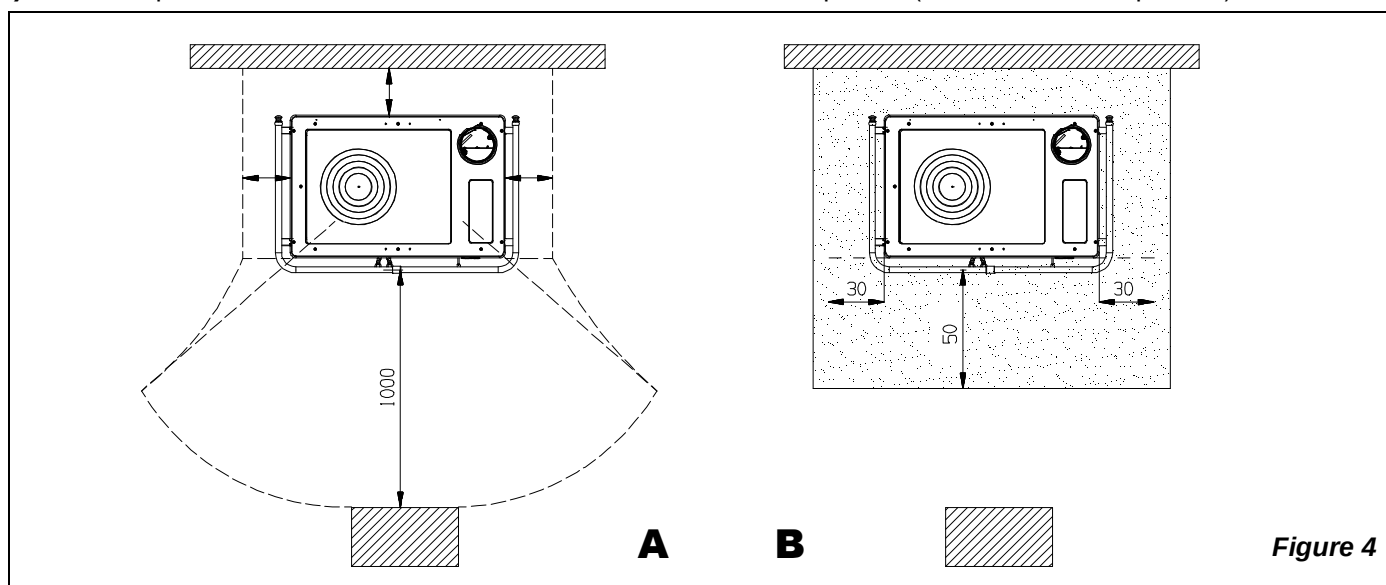

Figure 4
- pour assurer une isolation thermique suffisante, respecter la distance minimale de sécurité entre le poêle et les éléments de construction et objets inflammables et sensibles à la chaleur (meubles, revêtements en bois, tissus, etc.) (voir Figure 4 A). **Toutes les distances minimales de sécurité sont indiquées dans l'étiquette du produit et on ne doit PAS descendre au-dessous des valeurs indiquées.**
- si le produit est installé sur un sol de matériau inflammable, prévoir une base ignifuge. **Les sols composés par matériaux inflammables**, comme moquette, parquet ou liège etc., **doivent être remplacés** par une couche de matériel non inflammable, par exemple céramique, pierre, vitre ou acier etc.. (dimensions selon les dispositions régionales). **Si le remplacement du sol n'est pas possible, l'appareil doit être placé sur une dalle en pierre ou en béton d'une épaisseur minimum 12 cm.** Le fond de sol doit dépasser de face d'au moins **50 cm** et latéralement d'au moins **20 cm** l'ouverture de la porte de remplissage (voir Figure 4 B).